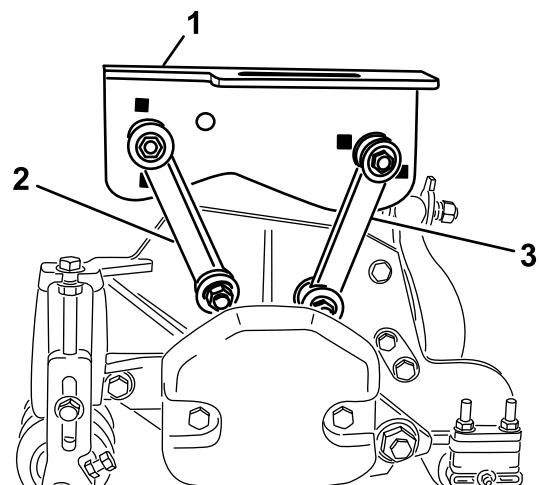

Figura 17
- Sujete los acoplamientos de montaje delanteros a los taladros centrales de los bastidores de tiro con un perno (3/8 x 2-1/4 pulgadas), 2 arandelas planas y una contratuerca, según se muestra en Figura 17. Coloque una arandela en cada lado del acoplamiento al montarlo. Apriete las fijaciones a 42 N·m.
- Sujete los acoplamientos de montaje traseros a los taladros centrales de los bastidores de tiro con un perno (3/8 x 2-1/4 pulgadas), 2 arandelas planas y una contratuerca, según se muestra en Figura 17. Coloque una arandela en cada lado del acoplamiento al montarlo. Apriete las fijaciones a 42 N·m.